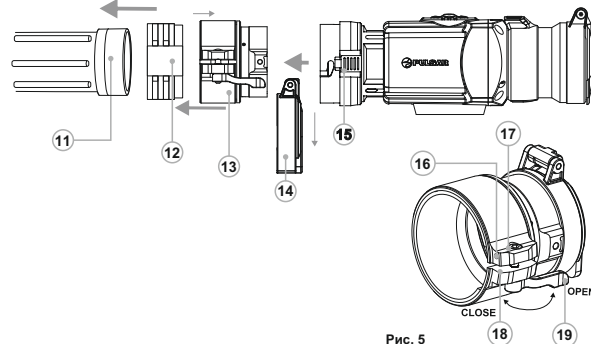

Рис. 5
- Снимите крышку (14) с адаптера, повернув ее против часовой стрелки.
- Установите вкладыш (12) в адаптер (13) до упора (см. рис.).
- Установите до упора адаптер с вкладышем на объектив (11) дневного прибора.
- Переведите рычаг (19) из первоначального положения "открыто" в положение "закрыто" (рис.5). Проверьте, плотно ли адаптер прилегает к объективу.